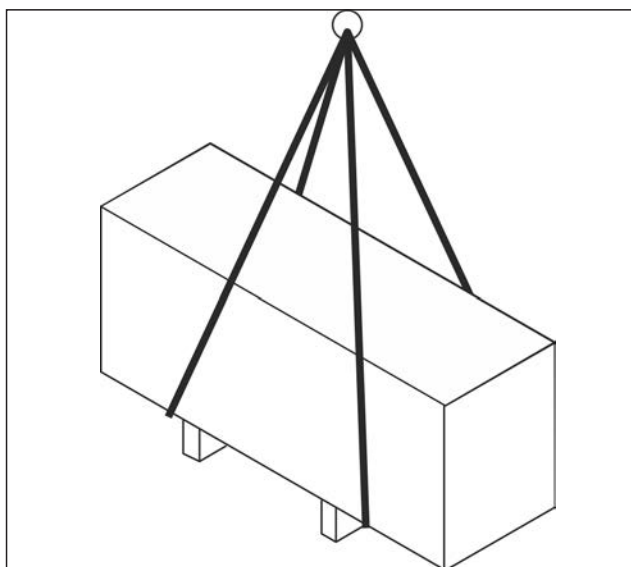

Abb. 6 Transport von Packstücken mit einem Kran
- Seile, Gurte oder Mehrpunktgehänge entsprechend Abb. 6 anschlagen. Ggf. Markierungen zum Anschlagen auf dem Packstück beachten.